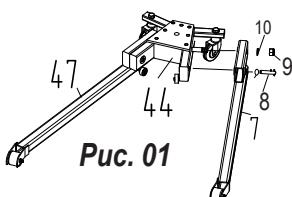

Рис. 01
- См. рисунок 01: Закрепите левую стойку #7 на основании #44, вставив постоянный направляющий штифт. Поставьте шайбу #10 и завинтите гайку #9. Вставьте штырь #8 через #7 и #44 до упора. Поверните на 180° и заблокируйте при помощи уплотнительного штыря. Правая стойка #47 устанавливается таким же образом.